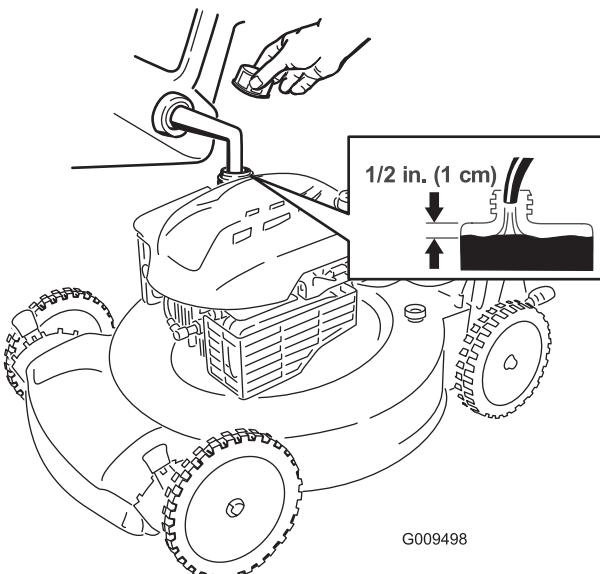

Figure 8
- Nettoyez la surface autour du bouchon du réservoir de carburant et enlevez le bouchon (Figure 8).